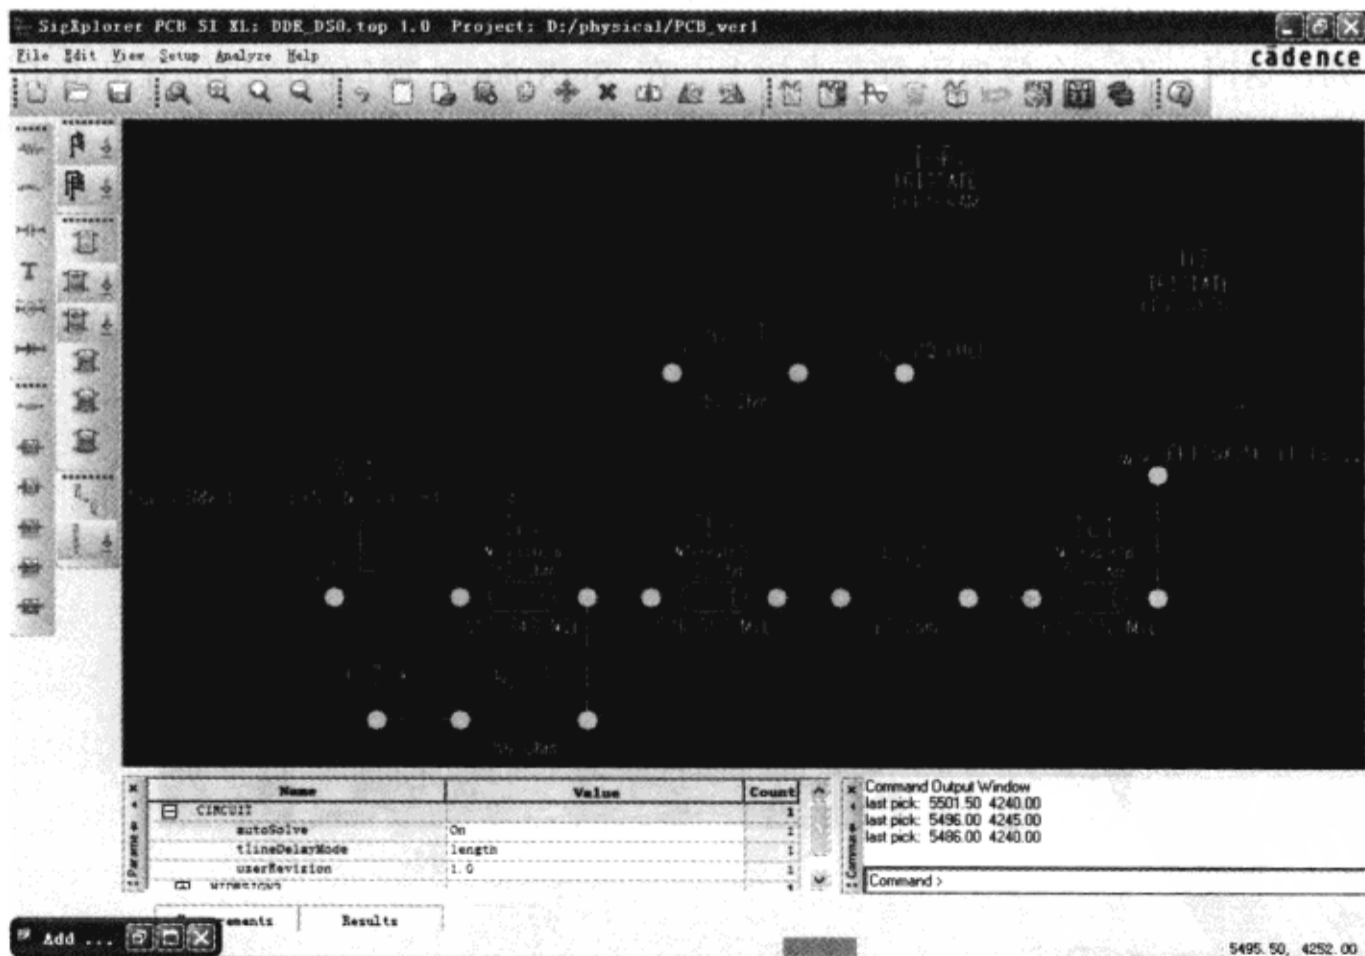

图 3-8-17 添加模型
(7) 在“Model Browser”对话框的列表框中选择“Resistor”，在 SigXplorer 窗口的适当位置单击鼠标左键，将该模型放置在 SigXplorer 窗口中，如图3-8-17所示。单击鼠标右键，在弹出的菜单中选择“End Add”。